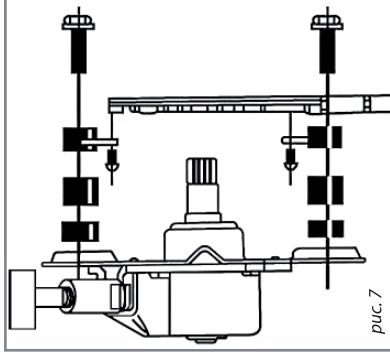

рис. 7
- В процессе установки Вам понадобится установить несколько адаптеров на дверь, чтобы обеспечить минимальное выступление редуктора с панели (рис. 7).